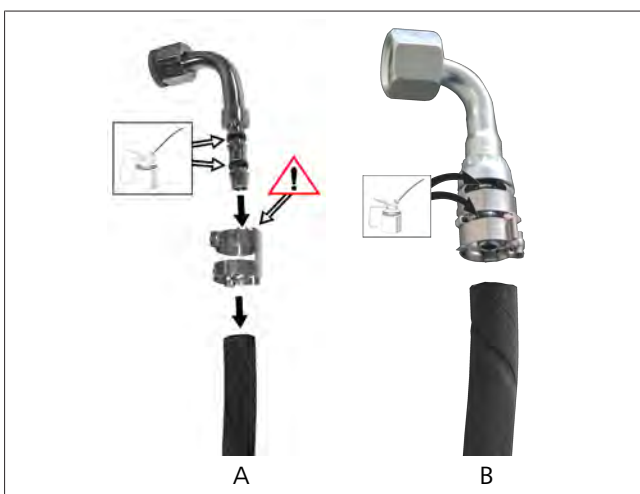

Fig. 20 Lubricar las conexiones
- Conexión con abrazaderas independientes, véase la Fig. 20, componente A.
- Conexión con abrazadera fija: véase la Fig. 20, componente B.